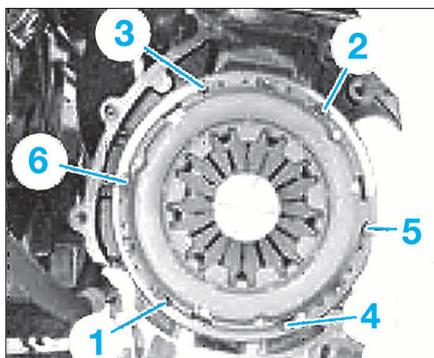

FIG. 5
- Serrer progressivement les vis de fixation dans l'ordre indiqué (Fig.5) par passes successives jusqu'au couple prescrit.